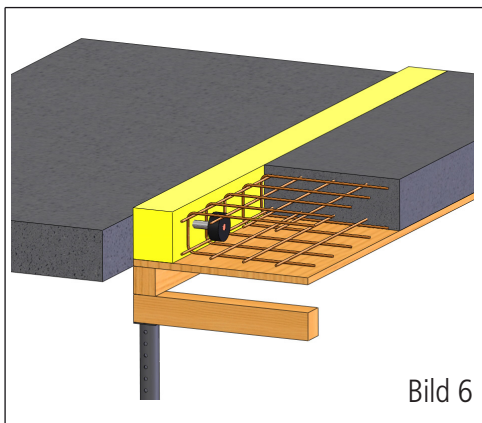

Bild 6
10. Verlegen der oberen und unteren Bewehrung ohne Kontakt mit dem **ZDE-OV** (Bild 6).